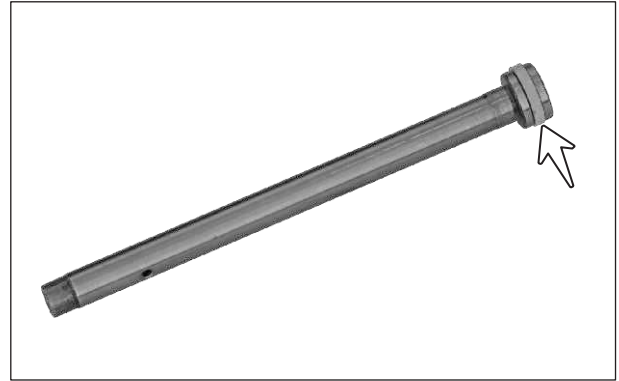

Fig. 6.64
- Revise el pistón y el anillo del pistón, en busca de cualquier daño o desgaste. (Fig. 6.64) Si evidencia alguna anomalía reemplace el componente en cuestión por uno nuevo.